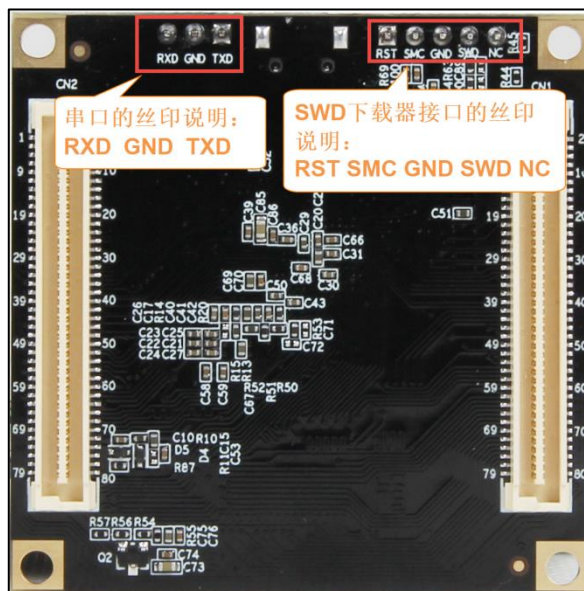

图 1-10 核心板背面的丝印说明
- 了解 JTAG 接口的信号线后，把核心板翻到背面，在背面可查看核心板引出的 SWD 下载器接口丝印，见图 1-10，各个引脚分别为 RST（复位）、SMC（时钟信号）、GND（地）、SWD（数据信号）、NC（空引脚）。